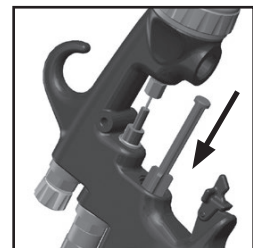

Fig. 34
8. Enfoncer fermement le joint arrière jusqu'à l'épaulement à l'aide de l'outil d'entretien. (Voir fig. 34 et 35)